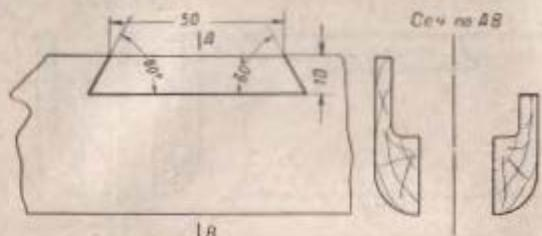
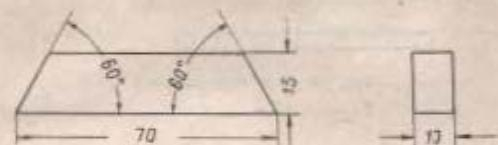
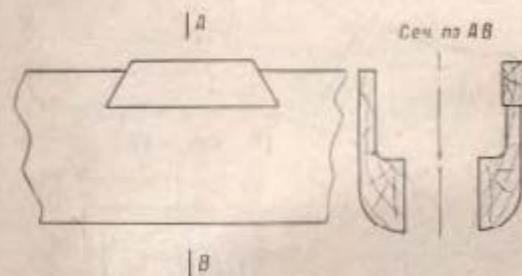
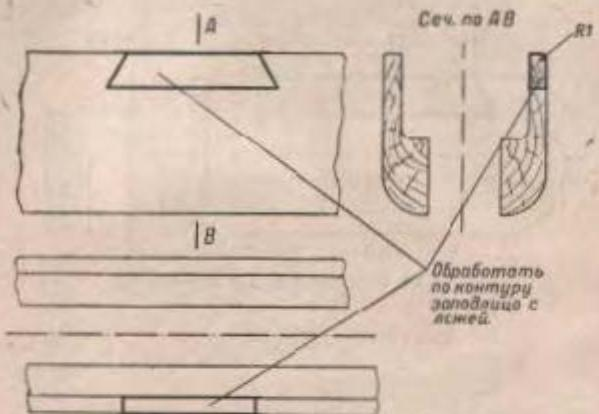

Рис. 53. Разделка паза для вклейки
Рис. 54. Заготовка вклейки
Рис. 55. Постановка вклейки
Рис. 56. Обработка пазов
(1) При наличии трещины или откола в средней верхней части щек ложи на длине до 50 мм разделать паз для вклейки (рис. 53), изготовить вклейку (рис. 54), поставить ее на клей в паз (рис. 55) и обработать (рис. 56).